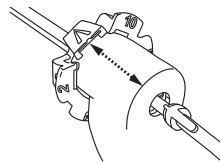

Abbildung 2 – Ausrichtung des Applikators in der Sonde
3. Den Applikator ins Biopsiegerät einsetzen. Den Applikator vorschieben, um die gelbe Anzeige (C) mit dem weißen Pfeil am Rändelrad der Biopsiesonde auszurichten. Siehe Abbildung 2.
4. Den Applikator vollständig in die Biopsiesonde einsetzen. Die ordnungsgemäße Ausrichtung der Applikator-Öffnung mit der Biopsatkammer überprüfen; dazu die gelbe Anzeige (C) mit dem weißen Pfeil des Rändelrades der Biopsiesonde ausrichten (Abbildung 2).
5. Unverzüglich alle Pellets freisetzen; dazu den Kolben (A) vorschieben.